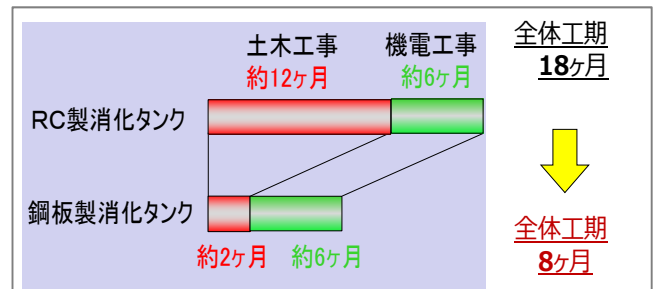

図 1 建設工程例
鋼板製消化槽は、従来のコンクリート (RC) 製消化槽と比較して大幅に工期及び建設コストを縮減可能である。タンクを地上に設置することで地下埋設部工事や地下管廊工事を削減でき、機器を鋼板で製作することで軽量化して基礎工事を縮減することができる。(図 1) また、鋼板製消化槽は RC 製に比べて、設置が容易で、設計の自由度が高く、維持管理性が向上できる。